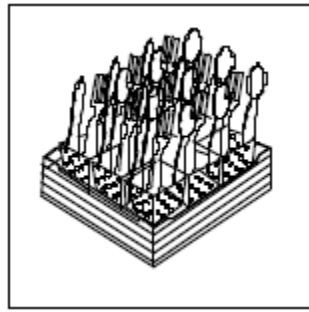

Рис.12
- Поместите тарелки в решетки как показано на рис.12